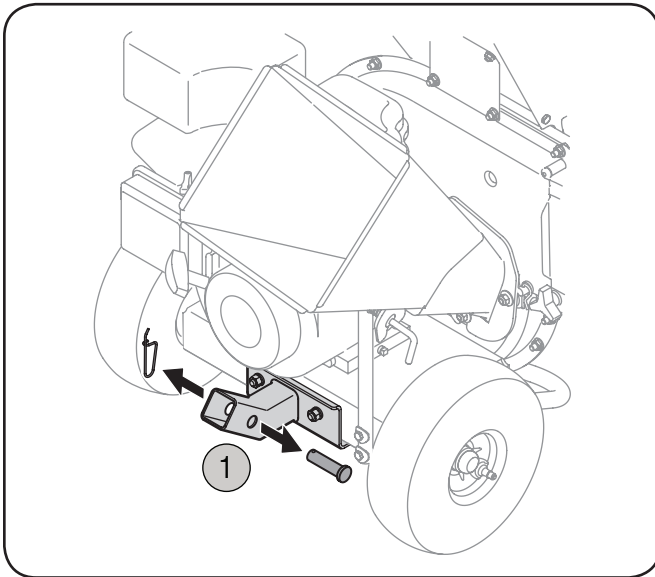

Figure 3-3
1. Retirez la goupille à ressort et l'axe de chape du support de la barre de remorquage. Voir Figure 3-3.